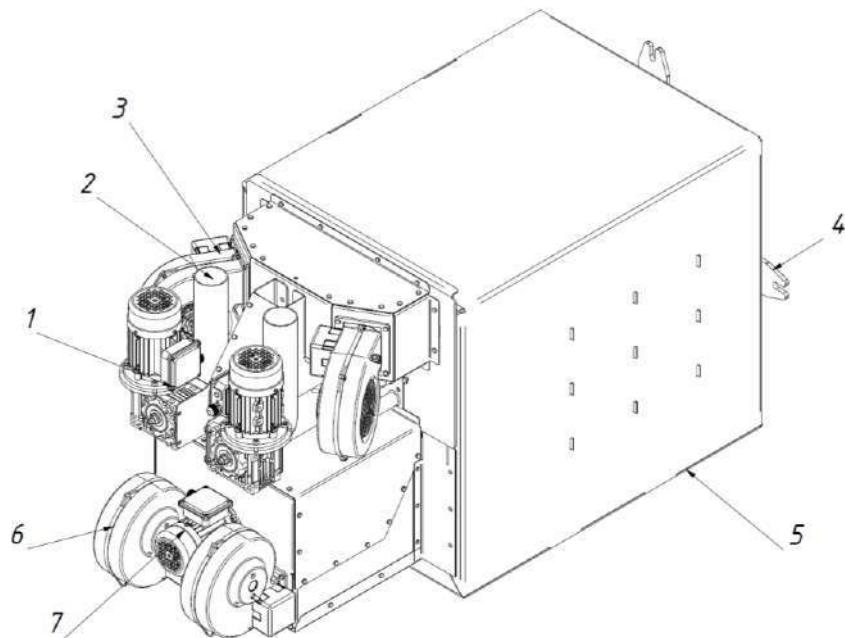

Рис. 4 – Устройство горелки
**Перед вводом в эксплуатацию необходимо подключить контур рубашки охлаждения камеры сгорания (рис. 4 пункт 5)**